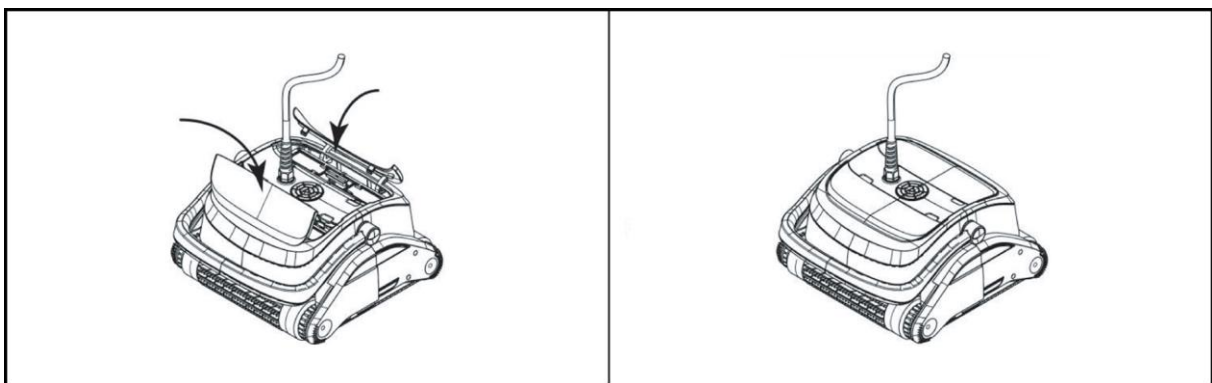

Fig. 7
- Montare il dispositivo in ordine inverso per riportarlo in stato di pronto funzionamento (Fig. 7).